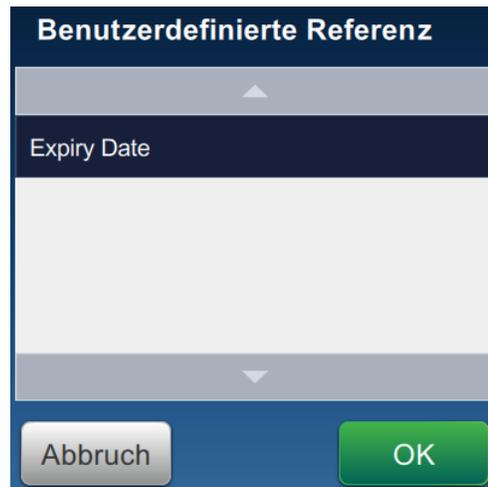

Abbildung 6-12: Liste für benutzerdefinierte Referenzen.
8. Wählen Sie das Ablaufdatum aus der Liste der benutzerdefinierten Referenzen, wie dargestellt in Abbildung 6-12.
14. Wählen Sie das Ablaufdatum aus der Liste der benutzerdefinierten Feldreferenzen, wie dargestellt in Abbildung 6-12.